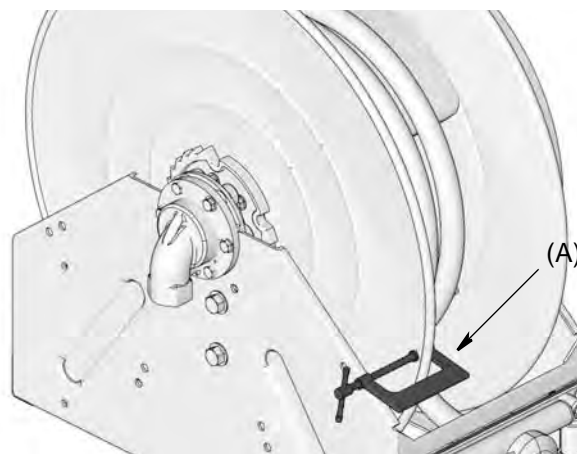

FIG. 13
3. Attacher un collier en C (A) sur la bobine de l'enrouleur comme montré sur la FIG. 13 pour que l'enrouleur ne puisse pas brusquement se déverrouiller et tourner librement.
12. Bien attacher un collier en C (A) sur la bobine de l'enrouleur comme montré sur la FIG. 13 pour que l'enrouleur ne puisse pas brusquement se déverrouiller et tourner librement.